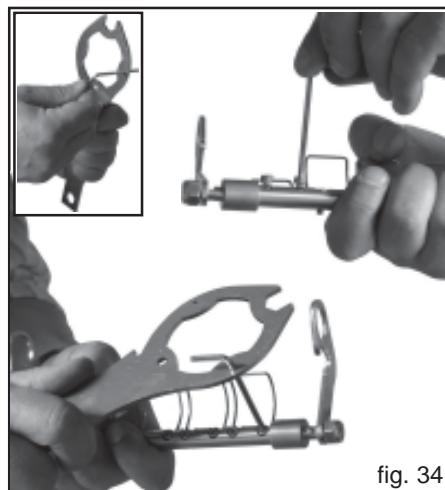

fig. 34
- 5) Utiliser la clé à usage multiple en dotation et une clé alan' (nr. 3) pour desserrer les vis de blocage des éléments élastiques, comme indiqué en Figure 34.